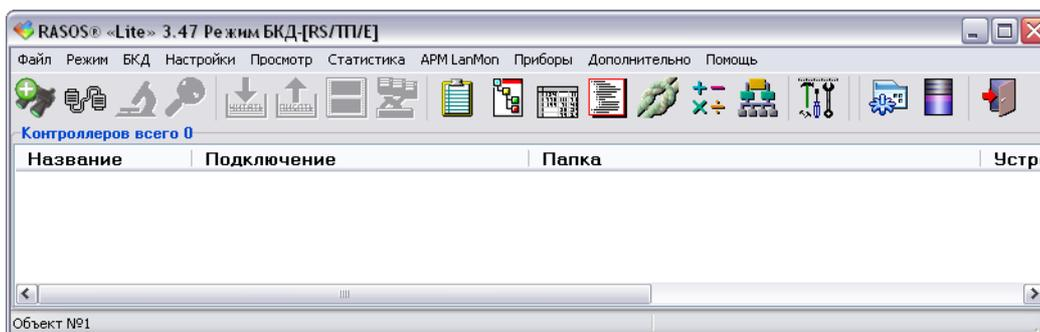

Рисунок 11 - Программа RASOS
2) Включить и подготовить ПК к работе в соответствии с эксплуатационной документацией. Загрузить программу RASOS (рисунок 11).